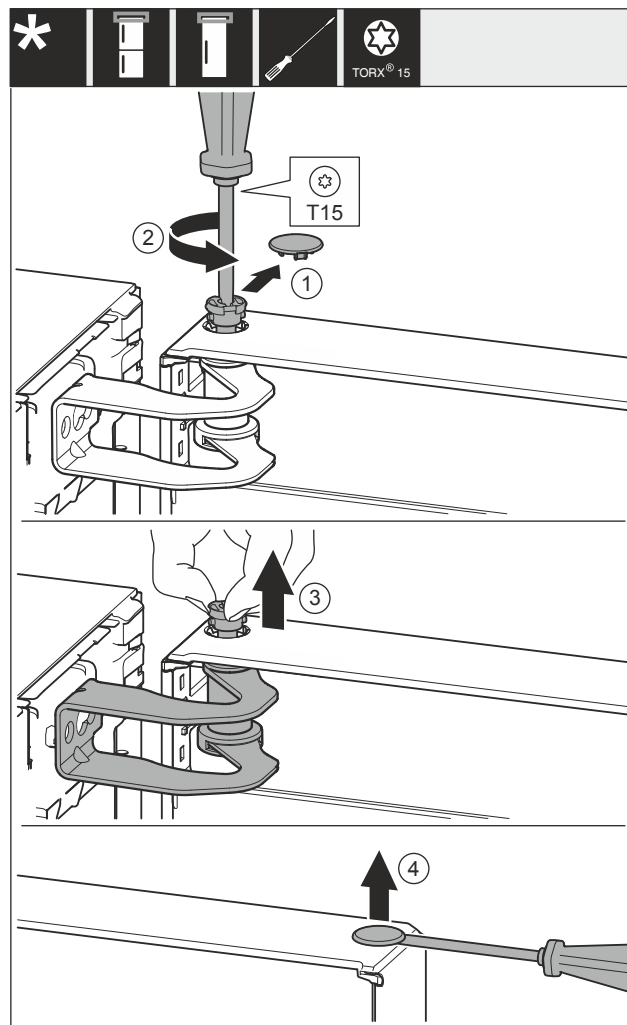

Fig. 12
- Opatrně sejměte kryt Fig. 12 (1).
- Šroubovákem o kousek vyšroubujte čep Fig. 12 (2).
- Čep Fig. 12 (3) vytáhněte prsty.
- Kryt Fig. 12 (4) opatrně nadzvedněte šroubovákem a odstraňte.